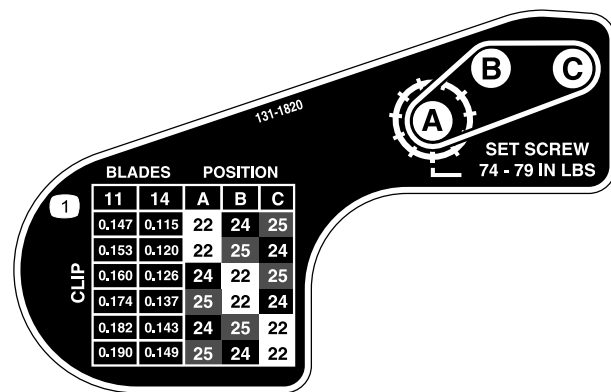

Figura 18
6. Utilizando a tabela mostrada no autocolante na Figura 18, determine a definição de aparas que deseja e que polias tem de mover.
9. Instale cada polia na nova configuração, como se indica no autocolante (Figura 18).